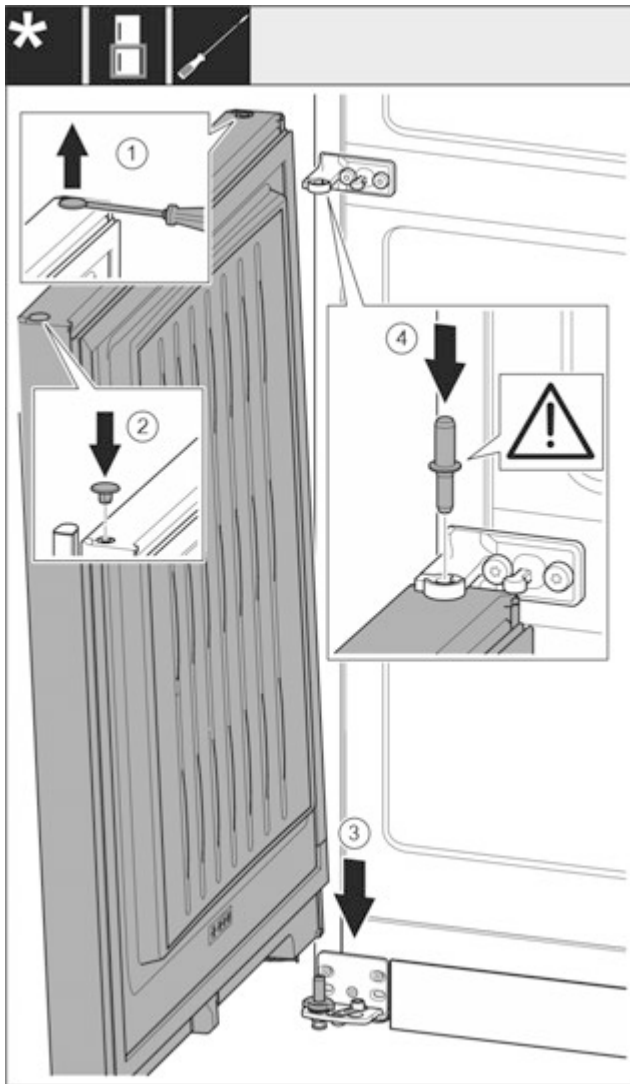

Fig. 19
- ▶ За допомогою шліцевої викрутки обережно підніміть пробку та витягніть її. Fig. 19 (1)
- ▶ Знову вставте пробку з іншого боку дверцят. Fig. 19 (2)
- ▶ Встановіть дверцята зверху на нижній опорний гвинт. Fig. 19 (3)
- ▶ Середній опорний гвинт встановіть в нижні дверцята через середній опорний кронштейн. При цьому виступ фіксатора повинен бути спрямований назад. Fig. 19 (4)